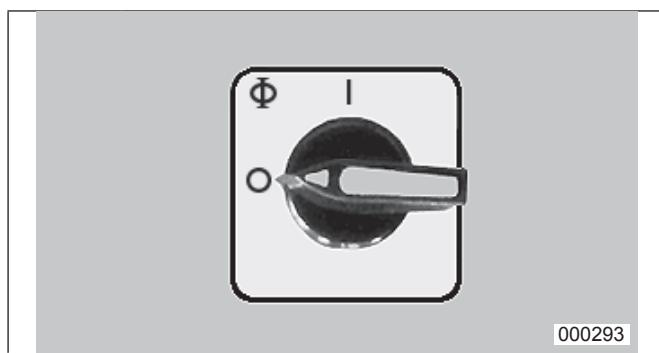
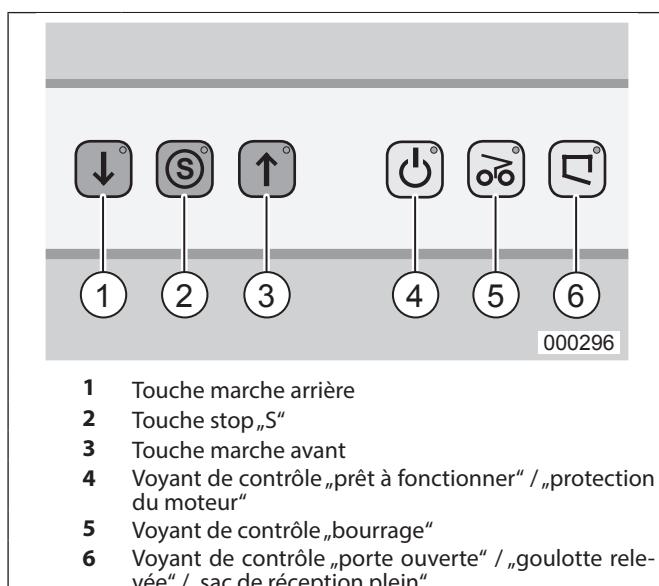

fig.2 Commutateur principal (arrêt d'urgence)
fig.3 Éléments de commande foille
1. Enclencher le commutateur principal (fig. 2) (position „1“).
2. Appuyer le bouton poussoir marche avant (fig. 3/3) et le bloc de coupe se met en marche.
S'allume lorsque vous actionnez le commutateur principal (fig.2).
Fait des signaux lumineux lorsque le moteur est surchargé. En cours de phase de refroidissement du moteur, il n'est pas possible de démarrer la machine. En outre, le voyant de l'affichage de contrôle (fig. 3/6) s'allume.
Mettez-la en circuit à l'aide du commutateur principal (fig. 2). La petite lampe „prêt à fonctionner“ (fig. 3/4) ainsi que la lampe du bouton rouge stop „S“ (fig. 3/2) s'allument pour signaler que la machine est prête à fonctionner.
2. Appuyer sur la touche marche avant (fig. 3/3).
3. Pour débrancher, appuyer le bouton touche rouge d'arrêt (fig. 3/2).
1. Tout d'abord le bloc de coupe se bloque. Le voyant de contrôle (fig. 3/5) s'allume.